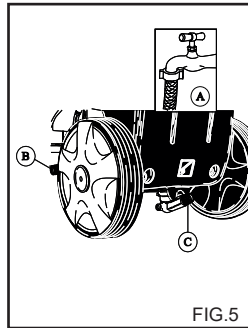
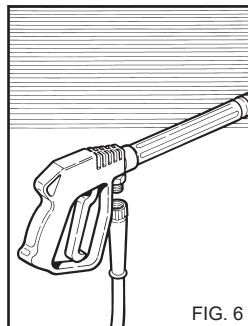

FIG.5
FIG. 6
Подсоедините шланг крану водоснабжения (рис. 5А) и к отверстию на аппарате (рис. 5В). Убедитесь, что давление и расход воды, подаваемой от крана, соответствует характеристикам аппарата: 200-800 кРа (29-116 фунт/дюйм²)
Подсоедините шланг высокого давления к аппарату (рис. 5с) и к пистолету (рис. 6).
- 1) Поверните кран подачи воды (рис. 5А).
- 6) Закройте кран водопровода (рис. 5А).